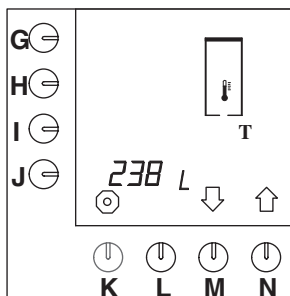

Fig. 49 Totaalteller heetwatersysteem
- Druk op selectietoets (N.)↑ tot fig. 49 in het display verschijnt.